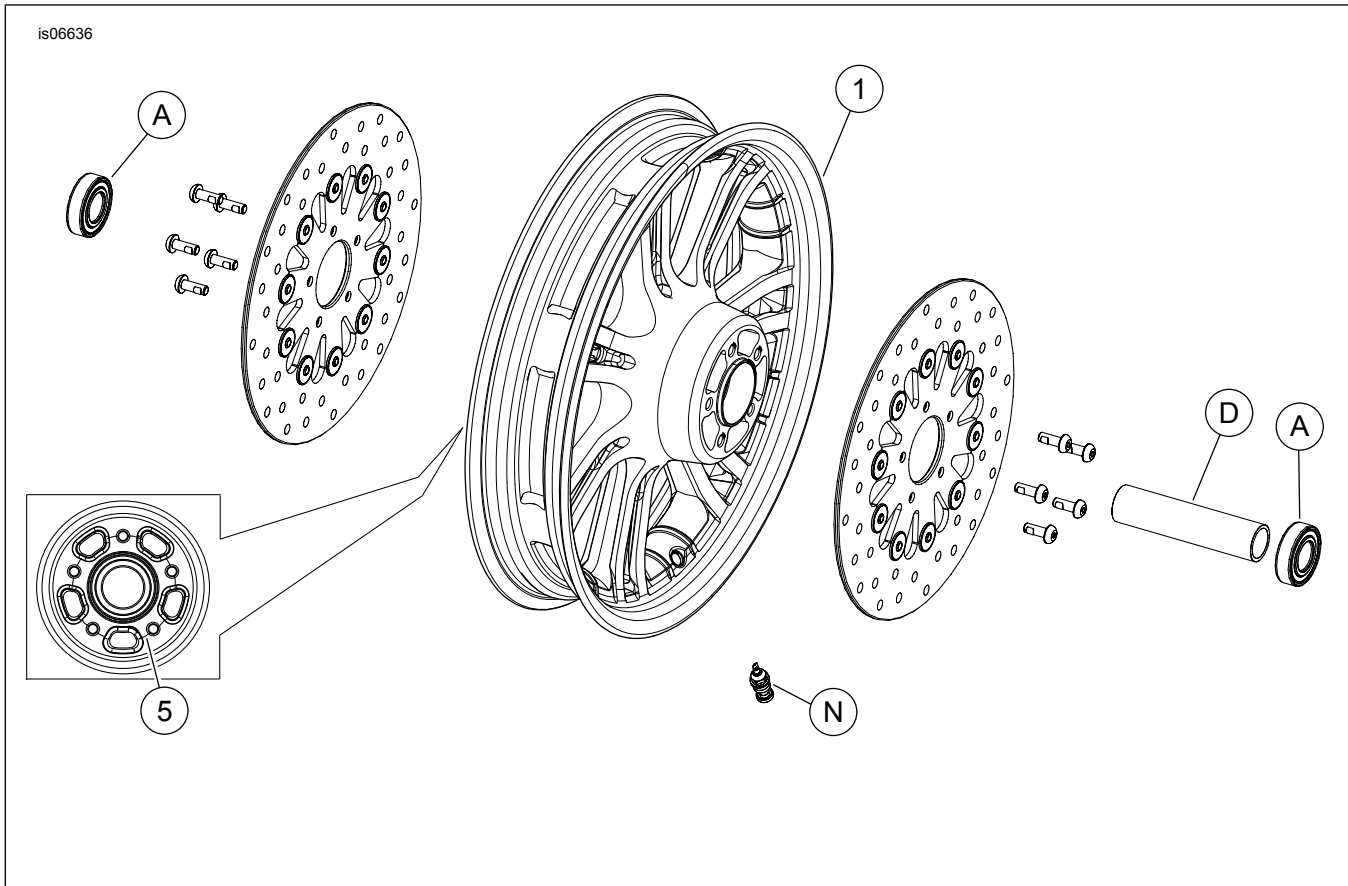

Figura 2. Parti di ricambio: KIT RUOTA ANTERIORE A 14 RAGGI
2. Vedere Figura 2. Installare il gruppo dello stelo della valvola (N) sulla ruota. Vedere PNEUMATICI nel manuale di manutenzione.
La ruota ha una scanalatura (elemento 5, Figura 2) incisa sulla superficie del mozzo per identificare il lato destro.